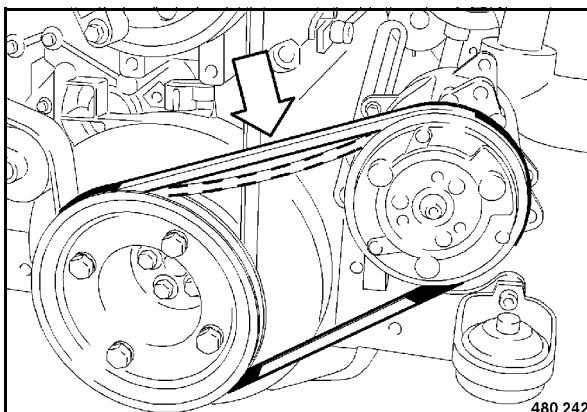

Fig. 160
- Comprobación visual de la correa trapezoidal (Fig. 160) por todo su contorno por deterioros o grietas. Cambiar una correa trapezoidal deteriorada o desgarrada.